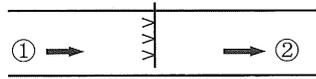
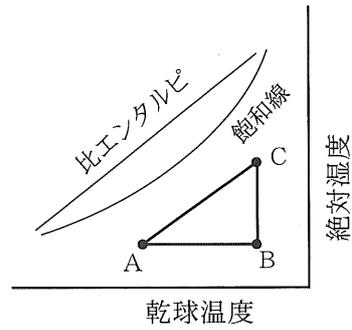

図3-2 蒸気加湿器
図3-3 加湿プロセス
(3) 図は、蒸気加湿器とその加湿プロセスを示している。図3-2の①⇒②への状態の変化に対応する図3-3のA～C点の組み合わせは  である。解答番号は  (9) 。